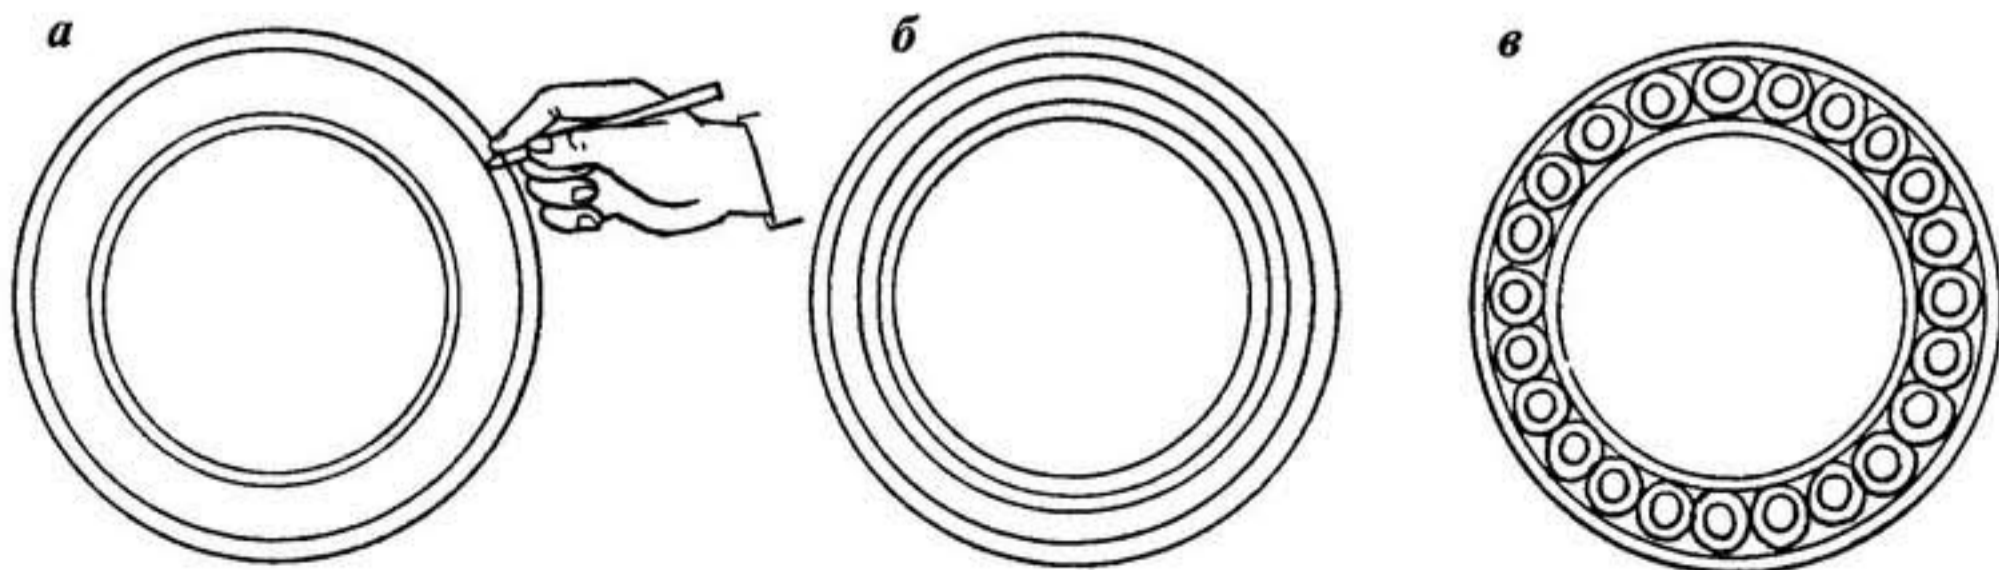

Рис. 221
1. Отступите от внешнего края тарелки 4 мм и проведите линию по окружности. Затем сделайте то же самое, отступив 4 мм от внутреннего края (рис. 221, *a*). (Используйте для разметки в качестве упора средний палец.)
2. Проведите среднюю линию, на которой разместятся центры маленьких кругов (рис. 221, *б*).
3. Используя шаблон для замера радиусов, проведите окружности — сначала внешние, потом внутренние. При этом внешние окружности должны пересекаться на величину, равную 4 мм (рис. 221, *в*).